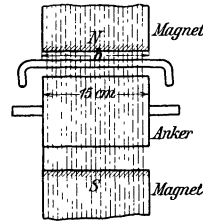

Abb. 69. Abmessungen zu Aufgabe 153.
**153.** Ein Draht eines Trommelankers wird von einem Strome von 40 [30] A durchflossen und befindet sich auf 15 [18] cm Länge in einem magnetischen Felde von 5000 [6000] Gauß. Mit welcher Kraft wird der Stab senkrecht zu den Kraftlinien fortgetrieben? (Abb. 69.)